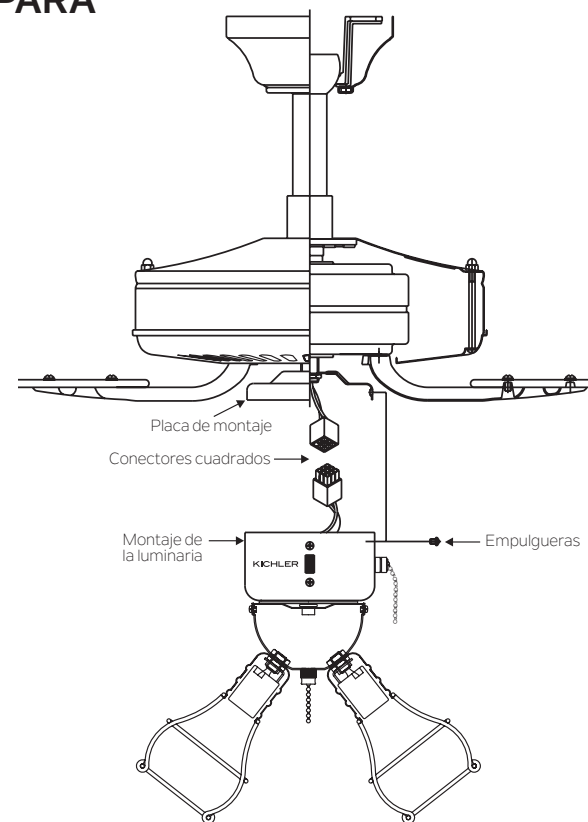

Figura 2
4. Levante y sostenga el conjunto de la lámpara cerca de la placa de montaje del ventilador de techo. Empuje los conectores de cable cuadrado juntos. (Figura 2)
5. Empuje con cuidado todos los cables dentro de la carcasa del interruptor, luego instale el conjunto del kit de luces en la placa de montaje con los 3 tornillos provistos. Asegúrese de apretar todos los tornillos. (Figura 2)